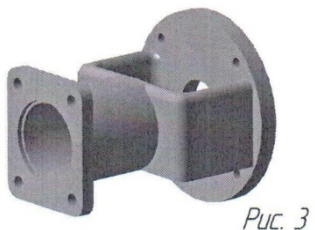

Рис. 3
3. Демонтировать кронштейн (рис.3)